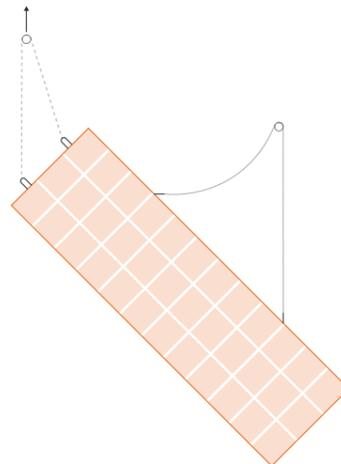

Abb. 11: Ziegelblende mit 2. Gehänge.
- Ziegelblende mit 2. Gehänge mit Umlenkrolle zur gleichen Lastverteilung auf beide Anschlagmittel in der Luft aufdrehen (Abb. 11).